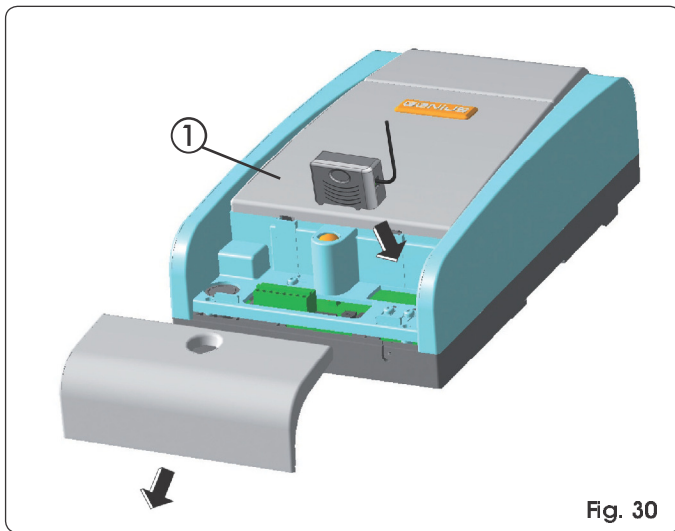

Fig. 30
El equipo electrónico está provisto de un sistema de decodificación bi-canal integrado. Este sistema permite memorizar, mediante un módulo receptor adicional (Fig. 30 ref. ①) y radiomandos de la misma frecuencia, tanto la apertura total (OPEN A) como la apertura parcial (OPEN B) de la automatización.